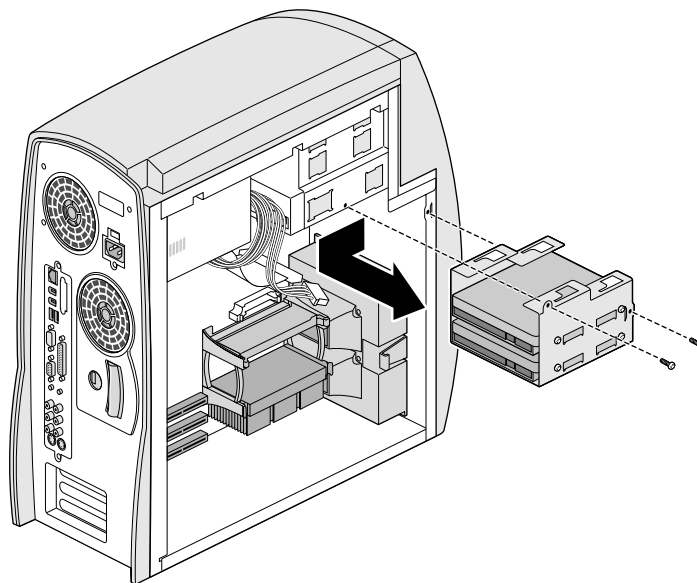

図 4-16 内蔵ハードディスクドライブブラケットの取り外し
5. システムからドライブブラケットを取り外します (図 4-16)。